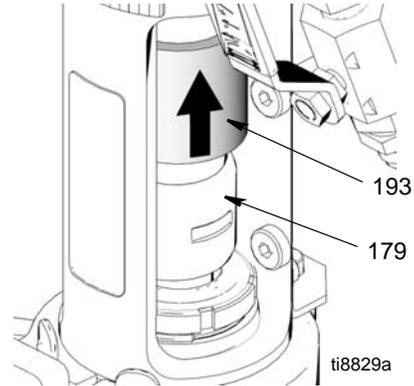

图 15
5. (图 15) 将耦合器盖 (193) 向上推直到连杆耦合器 (179) 完全露出来。